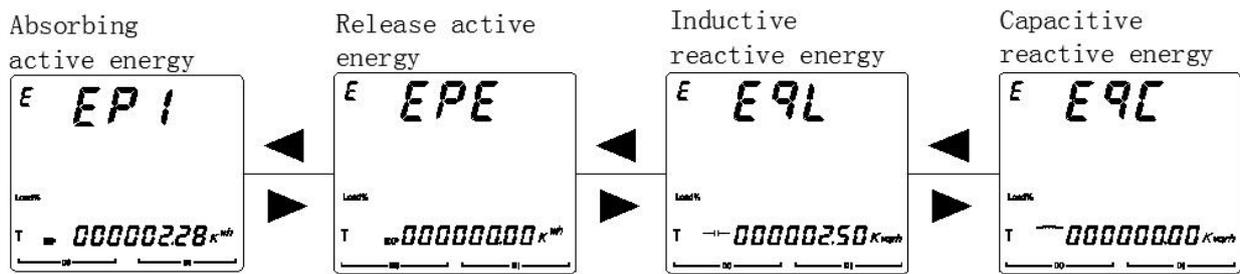

Figura 21
5.2.6 Vea los parámetros de energía del AMC72L/96L como se muestra en la Figura 21.